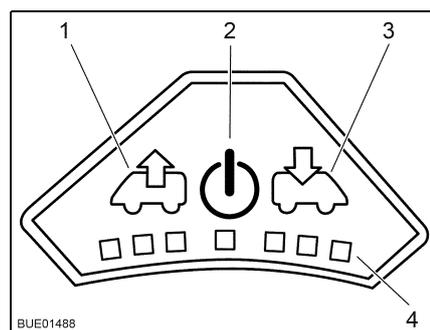

Fig. 57 Quadro comandi del ventilatore
- Accensione:* ■ Premere il tasto On/Off (Fig. 57,2). Il ventilatore funziona in modalità comfort (sfiato al numero di giri minimi del ventilatore).
- Sfiato:* ■ Per aumentare il numero di giri del ventilatore: Premere il tasto Sfiato (Fig. 57,1). Il numero di giri del ventilatore aumenta di uno stadio in direzione sfiato. I LED (Fig. 57,4) indicano gli stadi di commutazione.
■ Per ridurre il numero di giri del ventilatore: Premere il tasto Aerazione (Fig. 57,3). Il numero di giri del ventilatore si riduce di uno stadio.
- Aerazione:* ■ Per aumentare il numero di giri del ventilatore: Premere il tasto Aerazione (Fig. 57,3). Il numero di giri del ventilatore aumenta di uno stadio in direzione aerazione. I LED (Fig. 57,4) indicano gli stadi di commutazione.
■ Per ridurre il numero di giri del ventilatore: Premere il tasto Sfiato (Fig. 57,1). Il numero di giri del ventilatore si riduce di uno stadio.
- Spegnimento:* ■ Premere il tasto On/Off (Fig. 57,2). Il ventilatore si ferma, i LED si spengono.